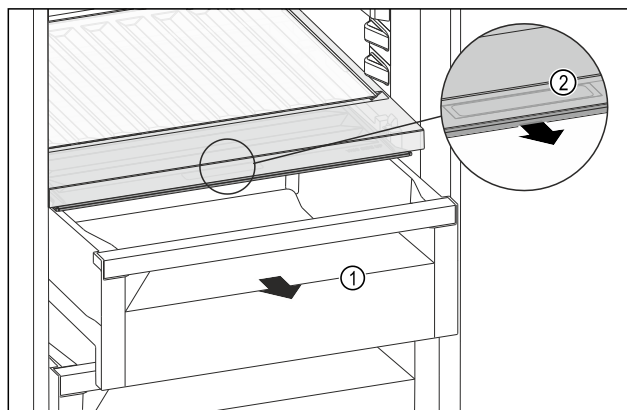

Fig. 262
- ▶ Trekk ut skuffen Fig. 262 (1).
- ▶ Ta tak i det innfelte grepet Fig. 262 (2) på løkket, og trekk samtidig løkket forover.